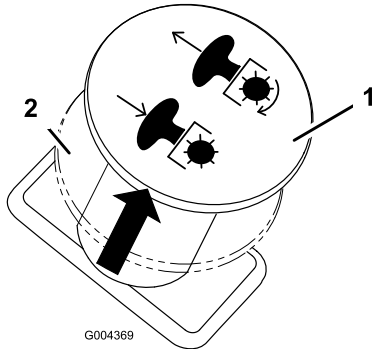

Figura 14
3. Innestate le lame estraendo il relativo comando (Figura 14).
Per disinnestare le lame spostate il relativo comando in posizione Off (Figura 14).